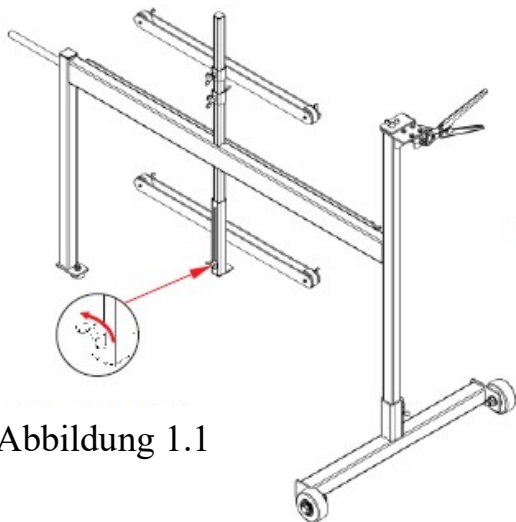
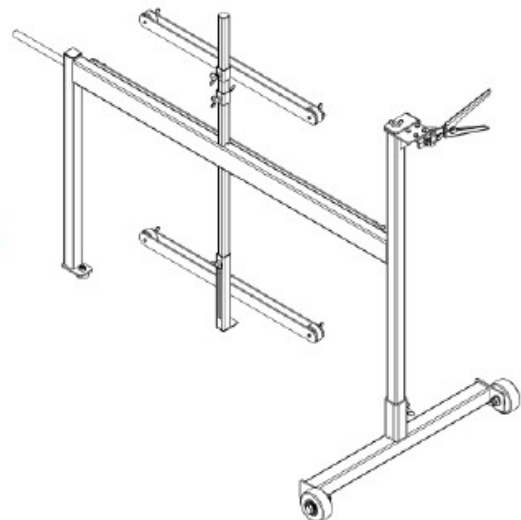

Abbildung 1.1
Abbildung 1.2
Schritt 1: Passen Sie die Position der unteren Baugruppe des GFK-Abrollers an (Abbildung 1.2). Entfernen Sie hierzu die Flügelschraube (Abbildung 1.1) und bewegen Sie die Baugruppe je nach Bedarf herauf bzw. herunter (Abbildung 1.2). Befestigen Sie danach wieder die Flügelschraube um die Position zu fixieren.